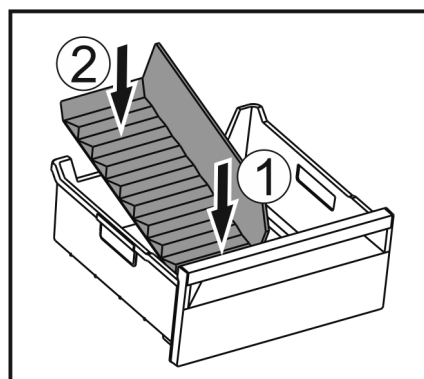

Fig. 193
- Vorderen Teil des Eisfach-Trenners einsetzen. Fig. 193 (1)
- Hinteren Teil des Eisfach-Trenners bis zum Schubfachboden absenken. Fig. 193 (2)